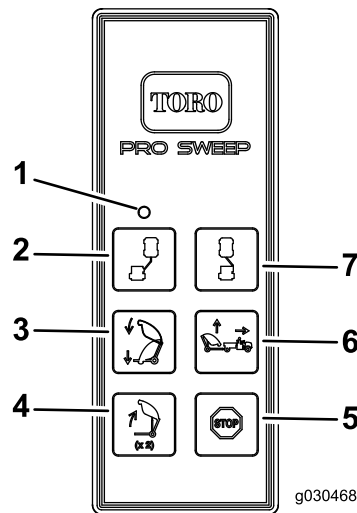

图28
2. 按住料斗倾倒按钮 1 秒，释放按钮 1 秒钟，并再次按下料斗倾倒按钮（图28）。